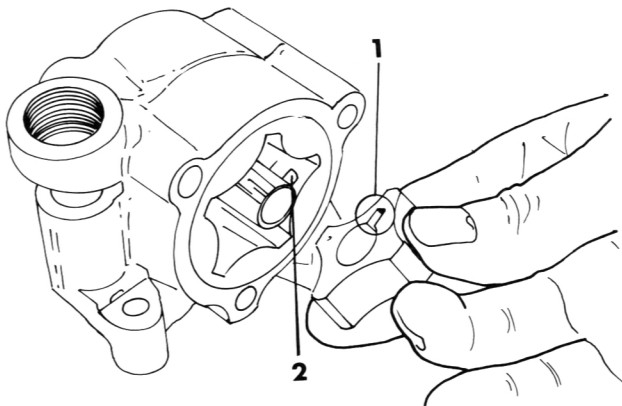

Bild 119
- Den Schlitz (1) im Innenrotor der linken Ölpumpe auf den Antriebsstift (2) ausrichten (Bild 119).